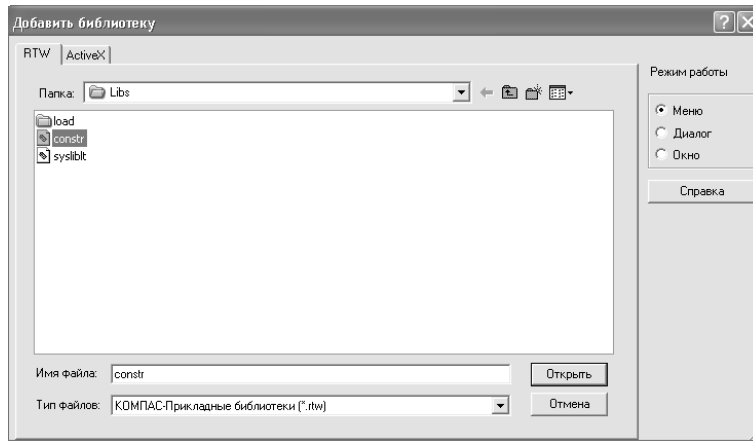

Рис. 3.82
4. Вставка шайбы и гайки из библиотеки стандартных деталей. Для вставки крепежных деталей в сборку поршня подключим конструкторскую библиотеку: **Сервис > Подключить библиотеку**. В появившемся диалоговом окне **Добавить библиотеку** щелкните мышью по **constr > Открыть** (рис. 3.82).